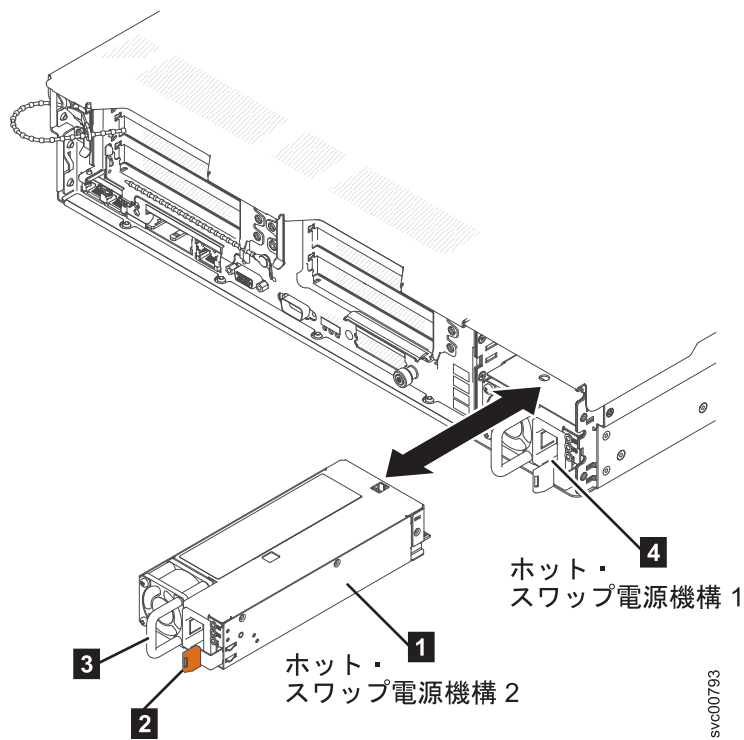

図 138. SAN ボリューム・コントローラー 2145-DH8 電源機構の取り外し
5. 169 ページの図 138 に示すように、解放タブを左側に押したまま、ハンドルをつかんで電源機構をノードから引き出します。